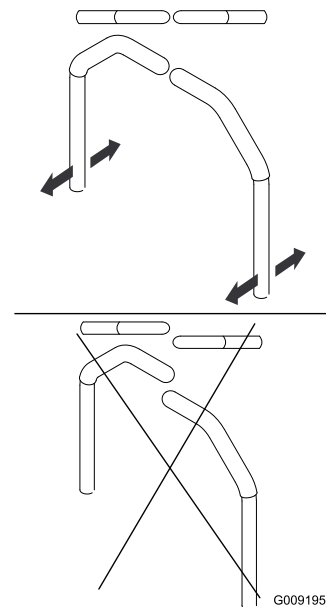

Figura 81
4. Ajuste la posición delante/detrás de las palancas acercándolas a la posición de punto muerto y deslizándolas hasta que queden alineadas, y luego apriete los pernos (Figura 81).